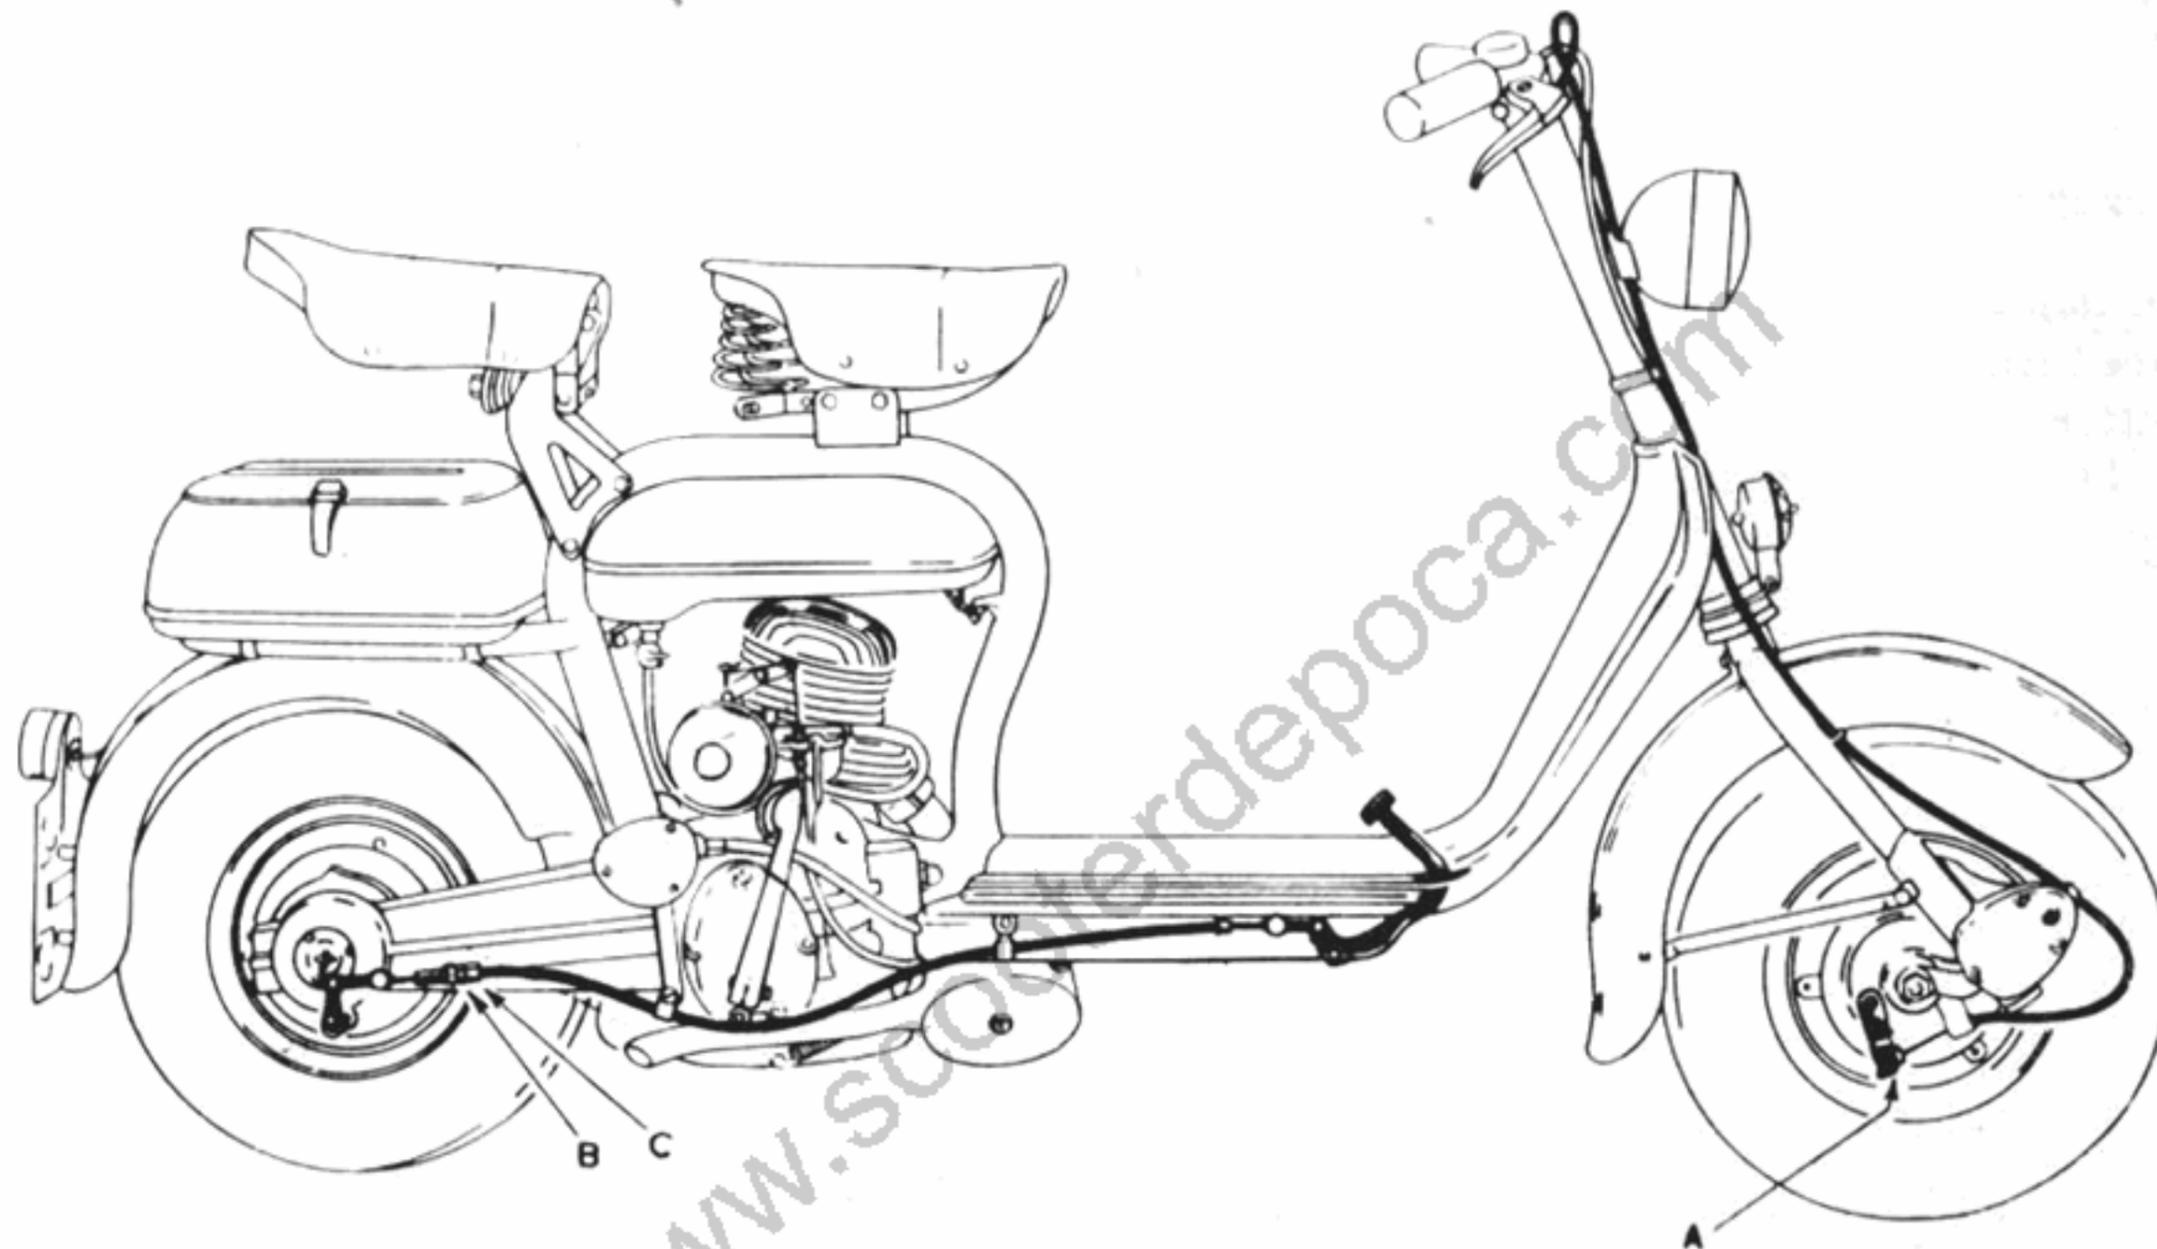

Fig. 11
Per la loro registrazione, allo scopo di graduare l'azione frenante, regolare opportunamente i relativi registri (fig. 11). Per il freno anteriore regolare il dado (A), per quello posteriore regolare il manicotto (B) ed il dado (C).